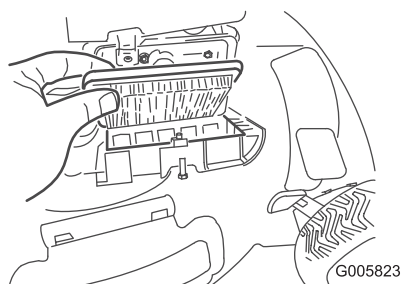

Figure 24
2. Remplacez le filtre à air (Figure 24).